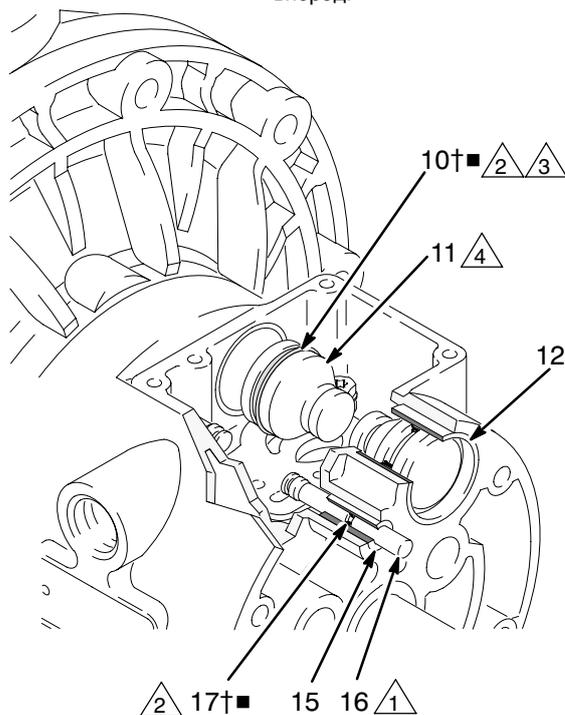

Рис. 9
4. Извлеките два приводных поршня (11) из подшипников (12). Извлеките из поршней уплотнения П-образного сечения (10†). Извлеките направляющие штифты (16) из подшипников (15). Снимите с направляющих штифтов уплотнительные кольца (17). См. рис. 9.
6. Осмотрите подшипники (12, 15), не снимая их. См. рис. 9. Подшипники имеют коническую форму. Если они повреждены, извлекать их следует снаружи. Для этого необходимо разобрать секцию для жидкости. См. стр. 23.
4. Установите уплотнительное кольцо (17†■) на каждый направляющий штифт (16). Нанесите смазку на штифты и уплотнительные кольца. Вставьте штифты в подшипники (15) **узкими** концами вперед. См. рис. 9.
5. Установите уплотнения П-образного сечения (10†■) на каждый приводной поршень (11) так, чтобы кромки уплотнения были обращены к **узким** концам поршней. См. рис. 9.
6. Нанесите смазку на уплотнения П-образного сечения (10†■) и приводные поршни (11). Вставьте приводные поршни в подшипники (12) **широкими** концами вперед. Оставьте узкие концы поршней снаружи. См. рис. 9.